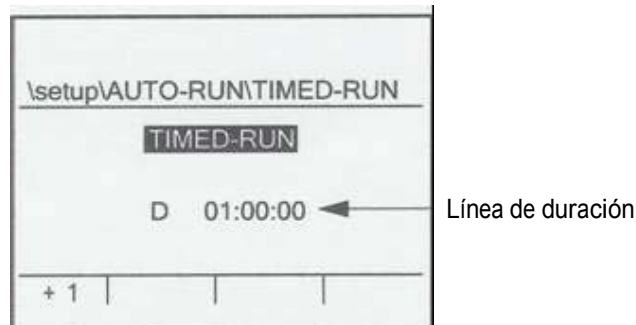
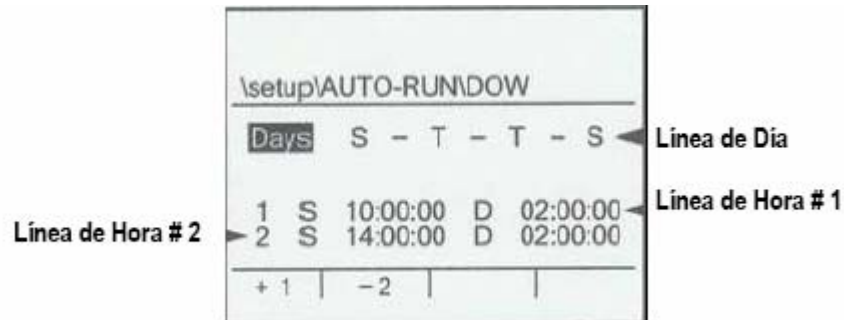

Figura 5-4: Pantalla de programación de corrida por tiempo.
Figura 5-5. Pantalla de programación por Días de la Semana
4. Oprima el botón etiquetado. Aparece la pantalla OP. MEDIDA y la etiqueta de arriba es realizada. (Figura 5-4)
4. Oprima un botón etiquetado, no importa cual. Aparece la pantalla DDS con DÍAS realizado en la parte superior de la pantalla. (Figura 5-5)
Puede salir de una pantalla de programación cuando el cursor está en el punto de introducción de esa pantalla. El punto de introducción para las tres pantallas OP. AUTOM está realzado (texto invertido) en la Figura 5-3, Figura 5-4 y Figura 5-5